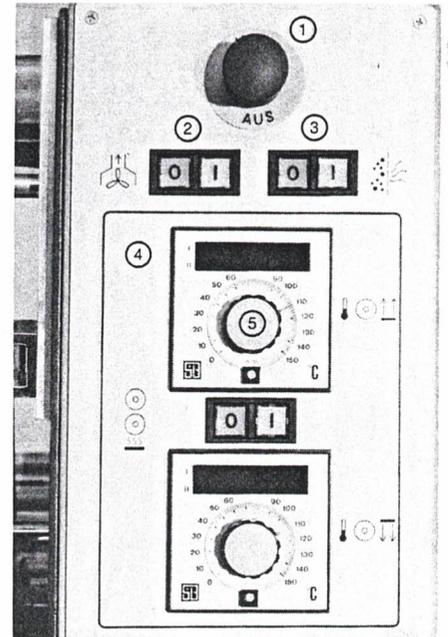
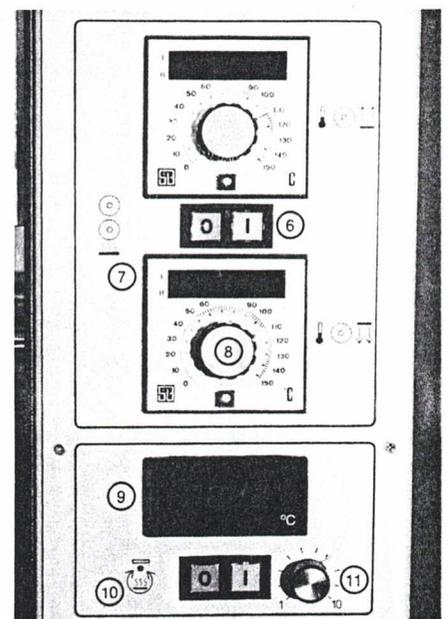

Abb. 7
Abb. 8
Der „Not-Aus“-Schalter 1 (Abb. 7) liegt griffgünstig auf der rechten Bedientafel. Er wird im Falle einer Gefahr bzw. bei Ansprechen der Hupe bei Übertemperatur gedrückt und setzt den Antrieb der Walzen und die Heizung außer Funktion. Die obere Laminierwalze wird automatisch abgehoben. Hat der Überhitzungsschutz Alarm (Hupe) ausgelöst, muß die Regelung der Heizwalzen überprüft werden. Eingeschaltet bleiben die Staubabsaugung und der Abluftventilator, um die Abkühlung der Walzen zu beschleunigen.
6.2 Bedienpult, rechte Seite (Abb. 7, 8, 9 + 10)
Drucktaster 10 (Abb. 8) drücken. Ozatec-Resists lassen sich wirtschaftlicher verarbeiten, wenn die Leiterplatten auf 40 ° – 70 °C vorgewärmt werden. Bei 1,5 m/min Laminiergeschwindigkeit werden bei Skaleneinstellung 10 des Stellers ca. 70 °C auf der Platte erreicht.
Drucktaster 6 (Abb. 8) drücken. Gewünschte Temperaturen mit Regler 5 und 8 (Abb. 7) einstellen. Ca. 20 min aufheizen lassen. Wenn die Dioden in der Anzeige während der Aufheizphase erlöschen, ist das Gerät betriebsbereit.
Taster 3 (Abb. 7) drücken. Evtl. anhaftende Schmutzpartikel werden beim Durchlauf durch die Vorheizung abgesaugt.